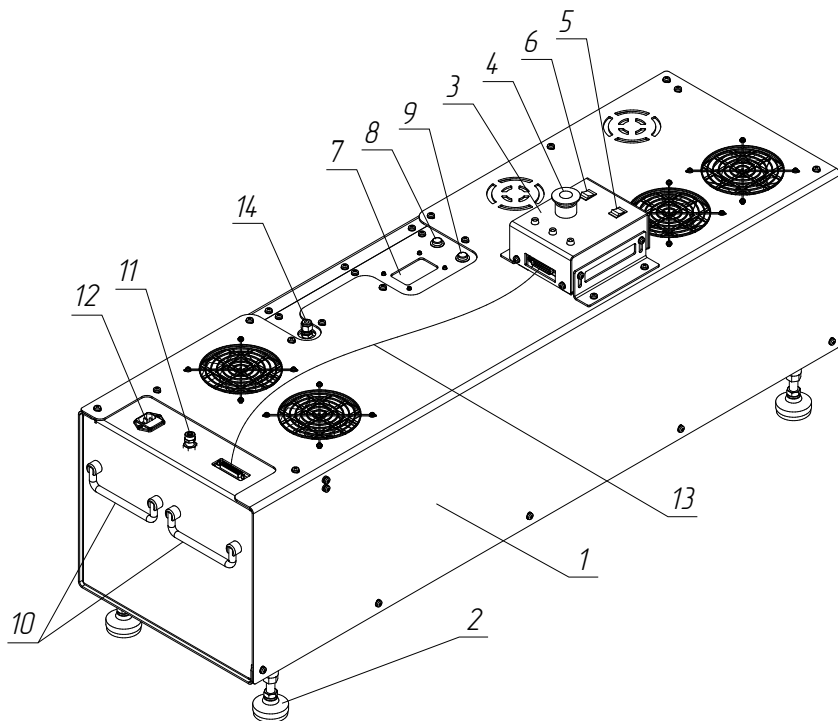
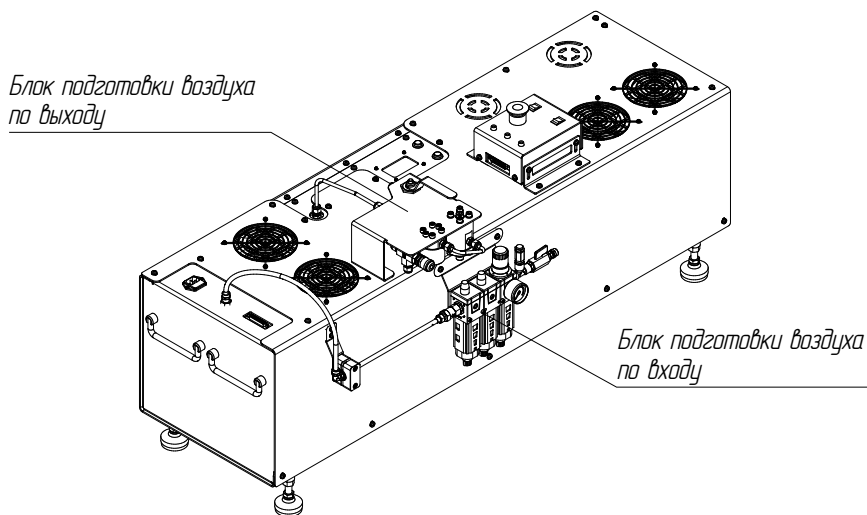

Рис.1. Внешний вид усилителя
Рис.2. Возможная комплектация с установленными блоками подготовки воздуха.
Блок подготовки воздуха на входе (Рис.2)
Блок подготовки воздуха на выходе (Рис.2)
4.1 Внешний вид усилителя показан на Рис. 1.
4.7 Максимальное давление в выходной части усилителя контролируется электронно с помощью встроенного датчика давления 13, который выводит свои показания на дисплей 7 (рис.1), и механически с помощью предохранительного клапана 14 (рис.2). При достижении заданного пользователем давления усилитель отключается и ждет падения давления в системе. Как только датчик определит снижение давления, усилитель автоматически продолжит работу.